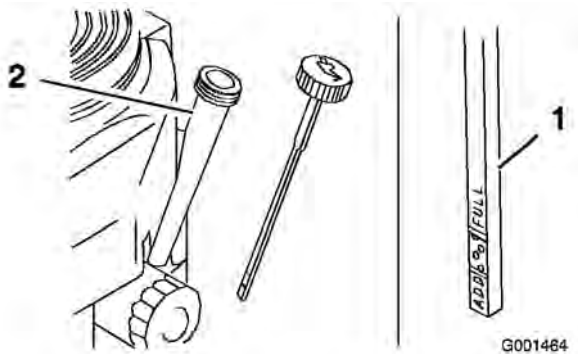

Figura 30
4. Limpie alrededor de la varilla de aceite (Figura 30) para impedir que caiga suciedad por el orificio de llenado y cause daños en el motor.
6. Deslice la varilla a fondo en el tubo de llenado, pero no la enrosque en el tubo (Figura 30).
5. Desenrosque la varilla de aceite y limpie el extremo (Figura 30).
9. Vierta lentamente un 80% aproximadamente de la cantidad especificada de aceite por el tubo de llenado (Figura 30).